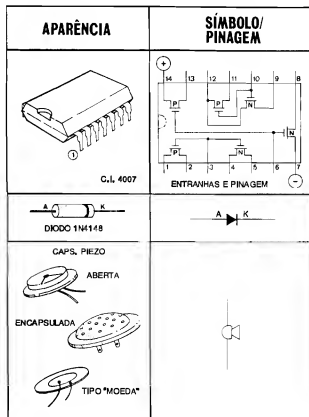

FIG. 2
**- FIG. 2 - PRINCIPAIS COMPONENTES DA MONTAGEM** - Sem mencionar os resistores e capacitor (demasiado comuns para - no atual estágio do nosso "Curso" - merecer maiores detalhes...), as principais peças do circuito são vistas na figura, em suas aparências, símbolos e pinagens, de modo a facilitar ao máximo o entendimento - principalmente pelos "Alunos" que só agora estão chegando à "Escola"... O Integrado 4007 tem 14 pinos, cuja numeração/contagem, com a peça vista por cima, "pelas costas", é feita em sentido anti-horário, a partir da extremidade marcada por uma faixa ou anel em cor contrastante, sobre a correspondente extremidade... Finalmente, quanto à cápsula piezo (um componente **não polarizado**, ao contrário do Integrado e diodo...) pode ser encontrada (e utilizada no circuito, sem problemas...) nos três "modelos" estilizados: aberta, encapsulada ou tipo "moeda" (ou "pastilha")... O tipo encapsulado, embora um pouco mais caro do que os outros, promove um melhor rendimento sonoro, embora a aberta e a "moeda" também sirvam, para as aplicações desprezíveis do TIC-TAC PERPÉTUO...
- 1 - Cápsula piezo (transdutor "de cristal") de qualquer dos tipos ilustrados na FIG. 2